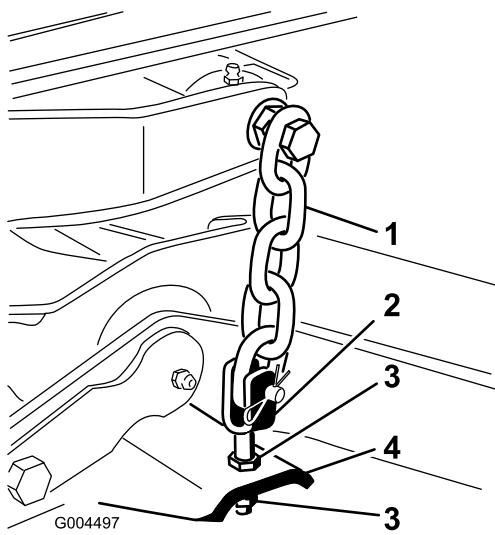

Figura 5
- Ajuste las contratuerca que fijan las horquillas/cadenas al cortacésped hasta que el cortacésped quede nivelado (Figura 5).
7. Ajuste las contratuercas que sujetan las horquillas/cadenas de la parte trasera del cortacésped (Figura 5) para elevar la parte trasera, hasta que la inclinación de las cuchillas sea de 8 a 11 mm.